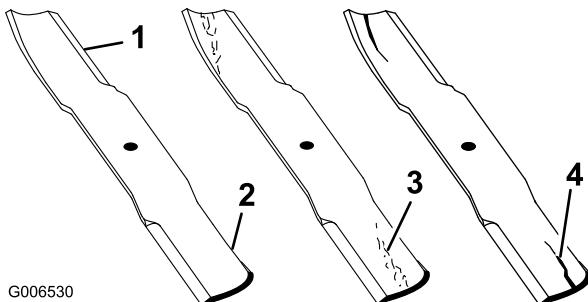

Figure 64
1. Examinez le tranchant des lames (Figure 64). Si les lames ne sont pas tranchantes ou si elles présentent des indentations, déposez-les et aiguisez-les (voir Aiguisage des lames).
2. Inspectez les lames, surtout la partie relevée (Figure 64). Remplacez immédiatement toute lame endommagée, usée ou qui présente une entaille (Figure 64).